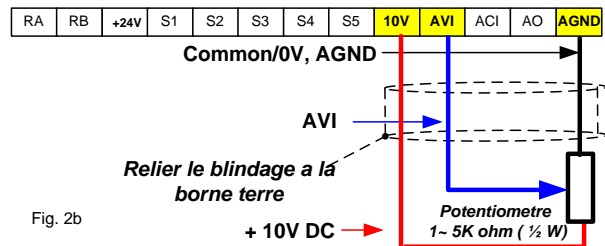

Fig. 2b
- Effectuez les connexions comme indiqué ci-dessous à la Fig. 2b.